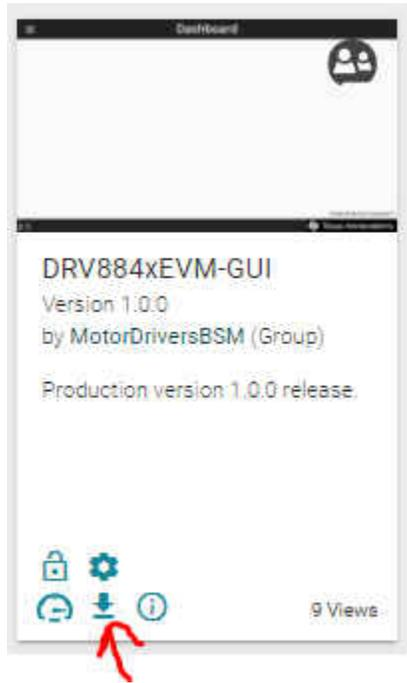

图 4-1. 启动或下载本地安装程序的 TI GUI Composer 结果
1. 通过点击上方图 4-1 中红色箭头所示的下载图标，可以从 TI GUI Composer 库下载 EVM GUI 应用安装程序。